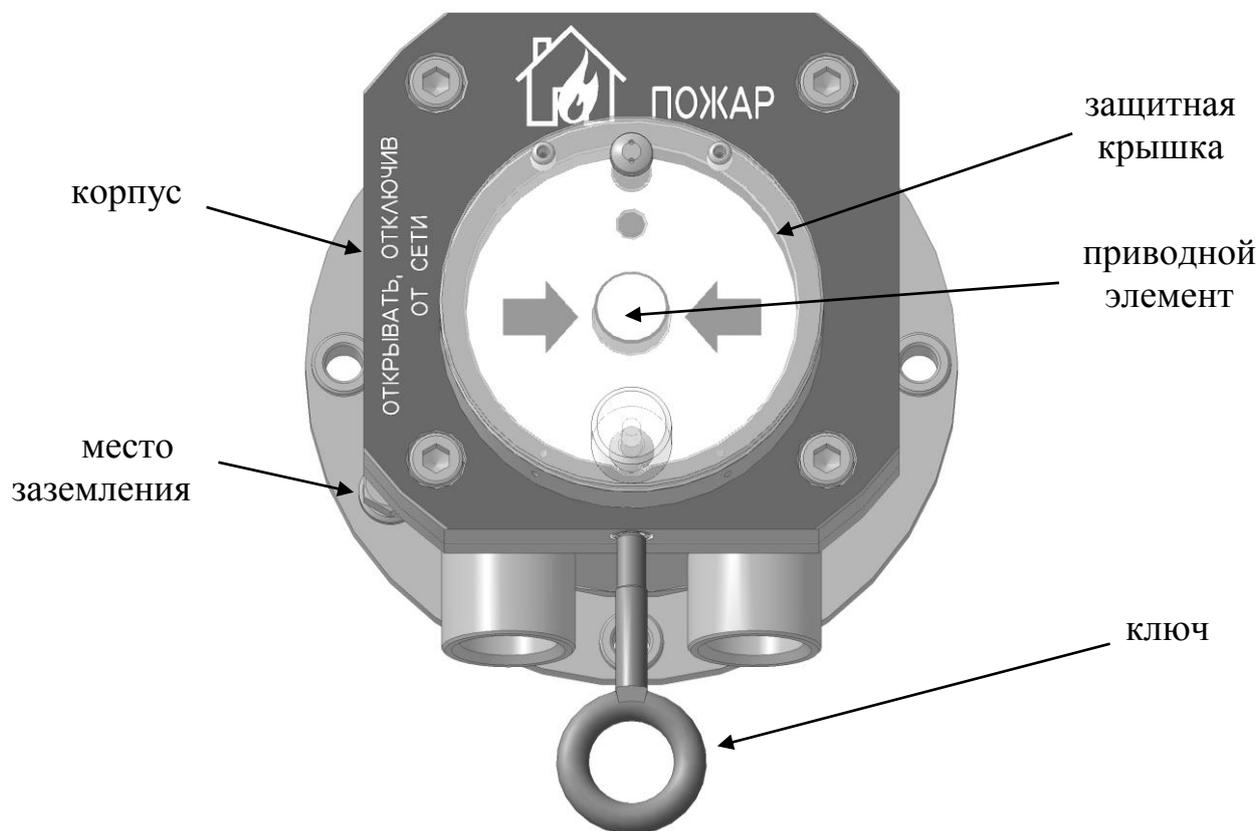

Рис. 2
- в отверстие крышки извещателя (внизу) вставить специальный ключ и ввернуть против часовой стрелки на несколько оборотов. рис.2;
- потянуть вниз специальный ключ, приводной элемент при этом перейдет в исходное состояние, рис.2.